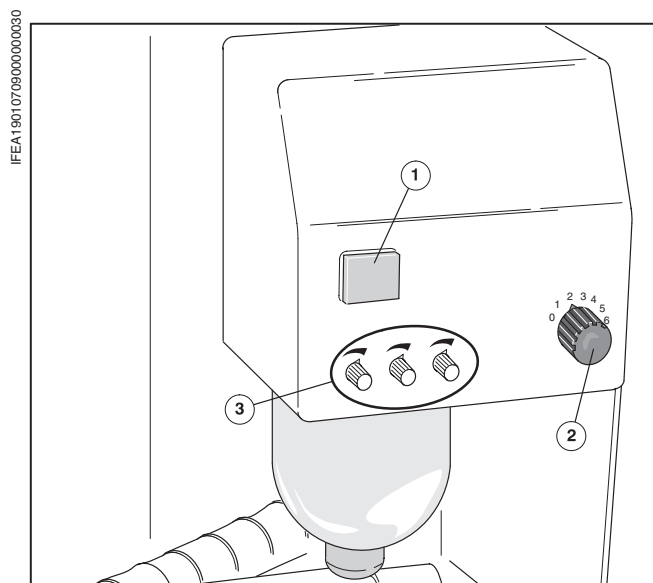

Рис. 14 Регулировка расхода противоотмарывающего порошка
- ❶ Включить противоотмарывающий аппарат в сеть выключателем (Рис. 14/❶) (0= выключено, I= включено).
- ❷ Отрегулировать **общий расход** противоотмарывающего порошка для всех трех форсунок с помощью поворотной ручки (Рис. 14/❷). Диапазон настройки от 0 до 6.
- ❸ **Прецизионная настройка** отдельной форсунки с помощью соответствующей поворотной ручки (Рис. 14/❸). - Вращение по часовой стрелке повышает расход противоотмарывающего порошка.